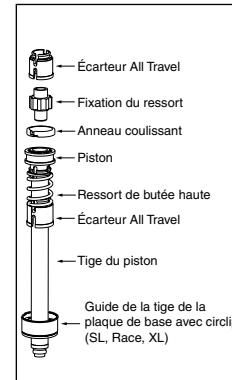

Fig. 8
12. Retirez tous les écarter All Travel, et les ensembles piston/amortisseur des tubes supérieurs en notant la position de chacune des pièces. (Voir fig. 8 et 9)